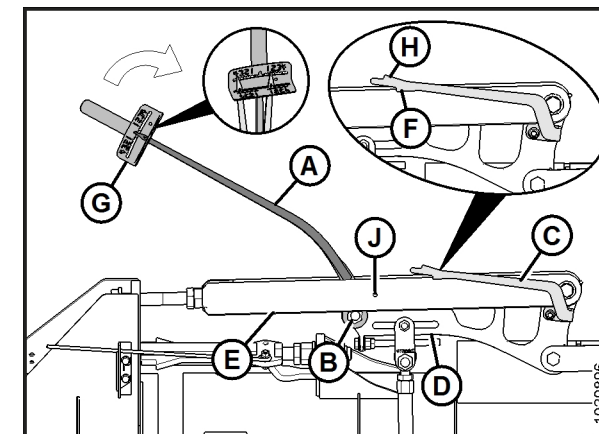

Figura 8: Conexión de balance de alas: alas demasiado livianas (se muestra el lado izquierdo, derecha opuesta)
3. Coloque el torquímetro (A) en el perno (B).
4. Verifique que el puntero (C) esté correctamente ubicado del siguiente modo:
- a. Use el torquímetro (A) para mover la palanca acodada de manera que el borde inferior (D) de la palanca acodada esté paralelo al borde inferior de la unión superior (E).
- b. Asegúrese de que el puntero (C) esté alineado con la unión superior (E). Si es necesario, doble el puntero para alinearlo con el orificio del perno (J).
5. Mueva el ala hacia arriba con el torquímetro (A) hasta que la pestaña de alineación inferior del puntero (F) se alinee con el borde superior de la unión superior (E). Consulte la Figura 8. Observe la lectura del indicador (G) en el torquímetro y regístrela.